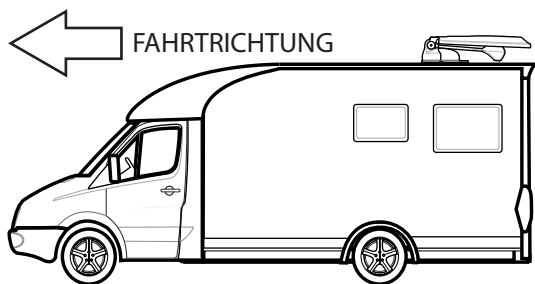

Abb. 2
- der LNB-Halteam zum Heck des Fahrzeugs zeigt, also entgegen der Fahrrichtung (Abb. 2).